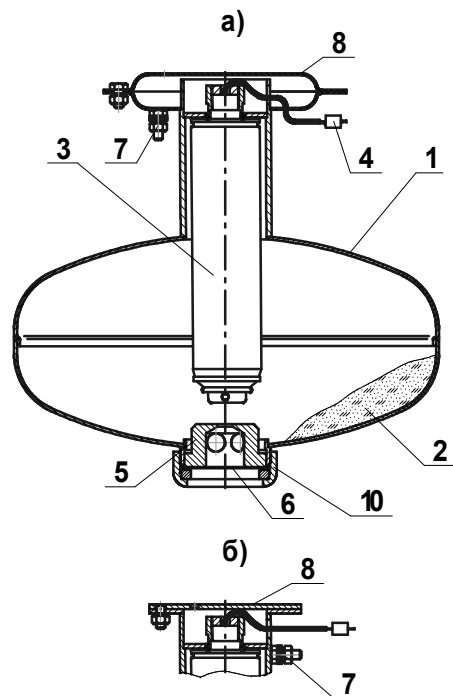
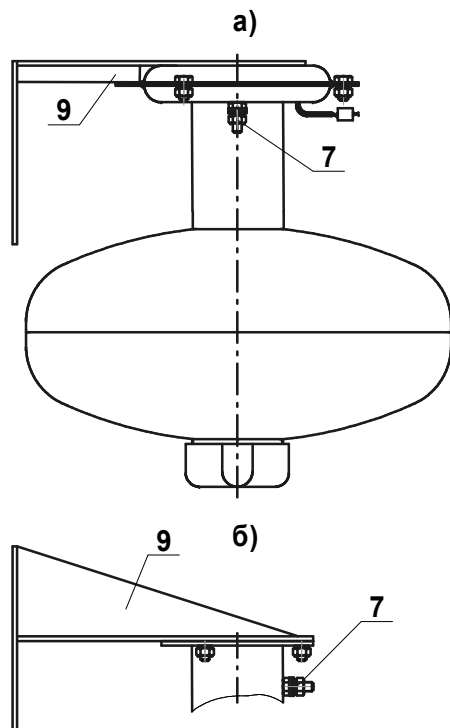
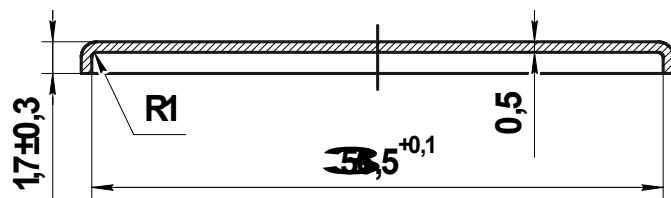

Рисунок 1
Рисунок 2
Рисунок 10
4.1.1 МПП (см. рисунки 1 и 2) состоит из корпуса **1**, в котором размещаются огнетушащий порошок (ОП) **2** и источник холодного газа (ИХГ) **3** с элементом электропусковым **4**. В нижней части корпуса находится насадок-распылитель **5**, выходное отверстие которого перекрыто мембраной **6**. Модуль имеет заземляющий зажим **7**. В верхней части МПП снабжён кронштейном **8** для крепления к потолочному перекрытию (рисунок 1а или 1б) или кронштейном **9** для крепления к стене (рисунок 2а или 2б).
7.3 При перезарядке и сборке сработавшего на тушение возгорания МПП необходимо заменить ИХГ (поз.3 рисунок 1) ИХГ-6(М)-01 СИАВ 066614.020.000-04 ТУ, заполнить корпус МПП огнетушащим порошком и установить мембрану (поз. 6 рисунок 1), изготовленную по чертежу (рисунок 10) из листа АМцН2-0,5 ГОСТ 21631-76. После установки мембраны необходимо обеспечить момент затяжки гайки (поз. 10 рисунок 1) усилием (150 ± 10) Н·м.